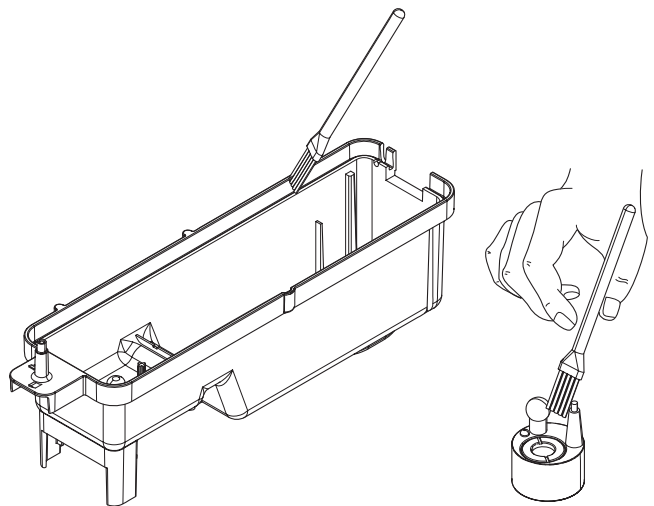

Fig.9
9. Ponga una pequeña cantidad de líquido de lavado en el sumidero y, utilizando el cepillo incluido, limpie suavemente todas las superficies del sumidero y el transductor, incluyendo los discos metálicos situados en la superficie ranurada superior. (Véase la Fig. 9)